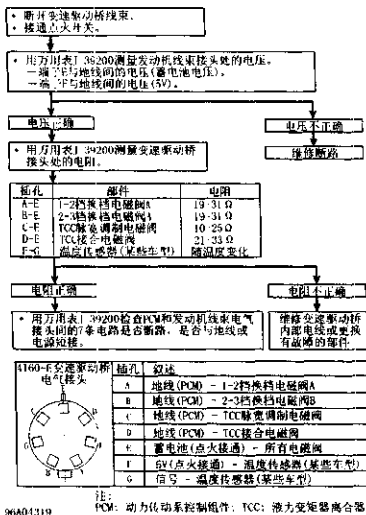

图 2-44 变速驱动桥检查流程图
① 接通点火开关，不起动发动机，观察故障指示灯(图2-44)。如果故障指示灯亮，进行下一步。如果故障指示灯不亮，参见《别克世纪、皇朝汽车维修手册——电控发动机》中7.7.2节。
② 关闭点火开关。安装故障诊断仪，并按制造商的说明进行测试。接通点火开关。如果故障诊断仪显示动力传动系控制组件数据，进行下一步。如果故障诊断仪不显示动力传动系控制组件数据，参见《别克世纪、皇朝汽车维修手册——电控发动机》中7.7.3节。
③ 试着起动发动机。如果发动机起动且运转，进行下一步。如果发动机不起动或起动后又熄火，参见《别克世纪、皇朝汽车维修手册——电控发动机》中7.3节，必要时修理。
④ 使用故障诊断仪观察“最新测试失效(LAST TEST FAILED)”功能中的故障诊断代码状态。如果故障诊断代码被存储，使用故障诊断仪的“记录信息
① 接通点火开关，不启动发动机，观察故障指示灯(图2-44)。如果故障指示灯亮，进行下一步。如果故障指示灯不亮，参见《别克世纪、皇朝汽车维修手册——电控发动机》中7.7.2节。
③ 试着启动发动机。如果发动机启动且运转，进行下一步。如果发动机不启动或启动后又熄火，参